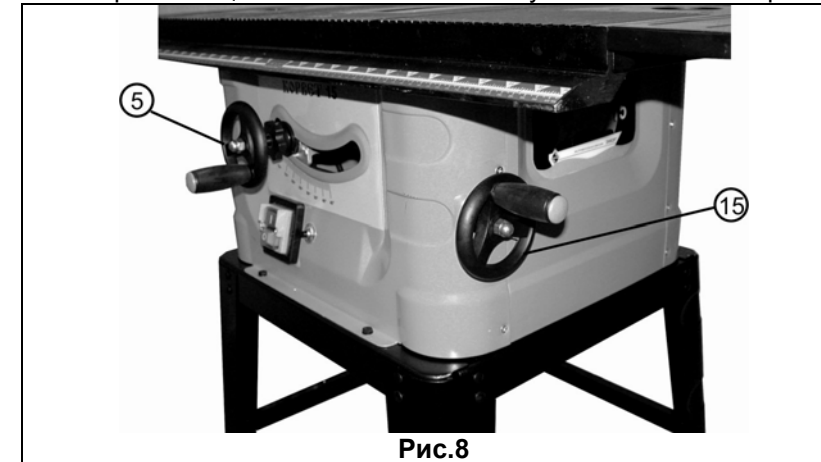
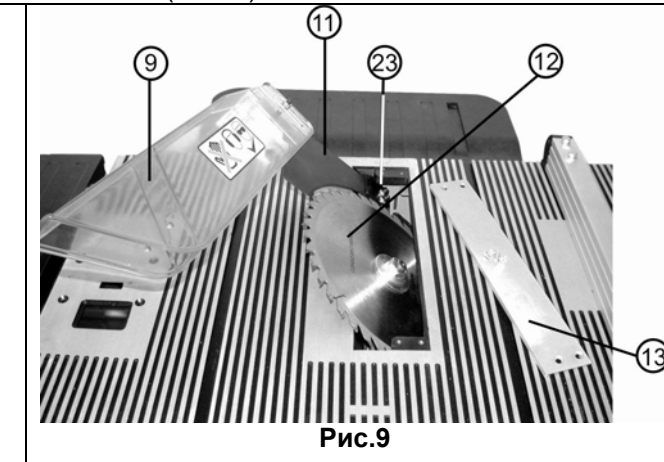
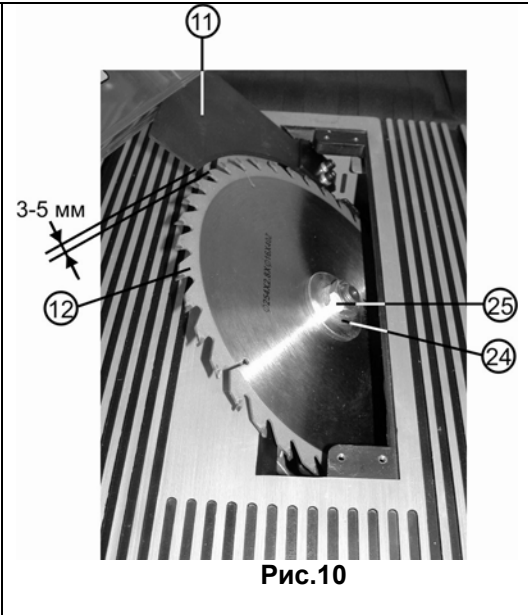

Рис.8
Рис.9
Рис.10
### 8.3. Установка маховиков (Рис.8)
**8.4. Установка защитного кожуха с расклинователем (Рис.9)**
Выкрутите четыре установочных винта, снимите вкладыш стола (13). С помощью рукояток (5 и 15), Рис.8, приведите пильный диск (12) в положение, показанное на Рис.9. Ослабьте два винта (23) с внутренней шестигранной головкой с помощью шестигранного ключа и установите расклинователь (11) так, чтобы винты (23) вошли в пазы расклинователя (11). Расклинователь (11) установите таким образом, чтобы зазор между зубьями пильного диска (12) и дугой внутреннего радиуса расклинователя (11) составлял от 3мм до 5мм, Рис. 10. Затяните два установочных винта (23) расклинователя (11). Закрепите защитный кожух (9) на расклинователе (11).
**8.5. Замена пильного диска (Рис.10)**
**8.5.1. Снятие пильного диска (Рис.10)**
**8.5.2. Установка пильного диска (Рис.10)**
**ВНИМАНИЕ:** Перед установкой пильного диска следите, чтобы зубья пильного диска были направлены вниз в передней части пилы (Рис.10).